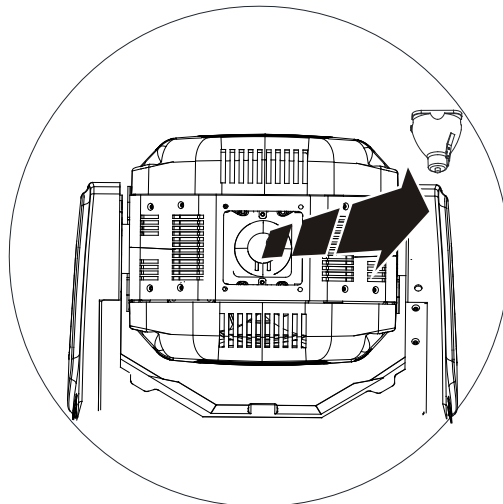

图 2
2. 戴上静电手套，断开机器与旧灯泡的连接，拔下灯泡引线，并将灯泡向下压，取出需更换的灯泡(如图 2 所示)；